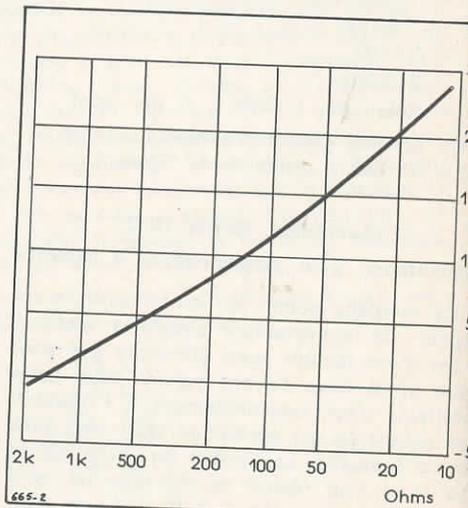

Fig. 2
a) **THERMOMETRIE :** En effet la mesure de la valeur ohmique d'une thermistance « KANEGA » revient à mesurer l'ambiance dans laquelle elle se trouve. Il est à remarquer que les éléments de $3100\ \Omega$ à $+20\text{ °C}$ donnent la variation considérable de $100\ \Omega$ par degré centigrade (le graphique de la figure 2, concrétise clairement et explicitement lesdites variations de résistance des thermistances « KANEGA », avec la température).